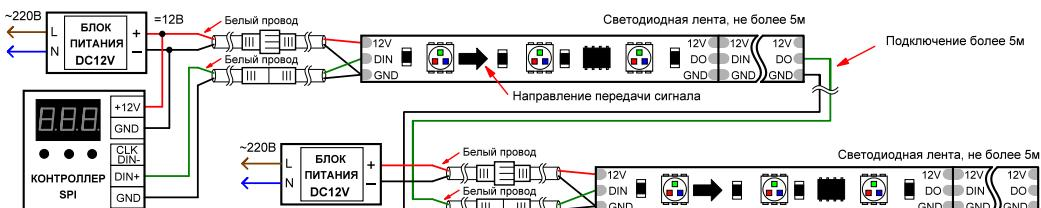
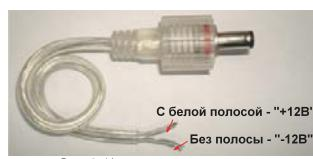
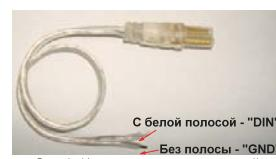

Рис.1. Схема подключения ленты.
Рис.2. Коннектор питания.
Рис.3. Коннектор сигнальный.
- Подключите ленту к выходу блока питания и к контроллеру согласно приведенной схеме (Рис.1), сблюдая полярность. При подключении лент и соединении отрезков учитывайте направление передачи цифрового сигнала, указанное стрелкой на ленте. Вход сигнала управления имеет обозначение «DIN», выход – «DO». Для подключения используйте коннекторы из комплекта поставки (Рис.2 и Рис.3).
- Подключите ленту согласно схеме (Рис.1), соблюдая полярность.